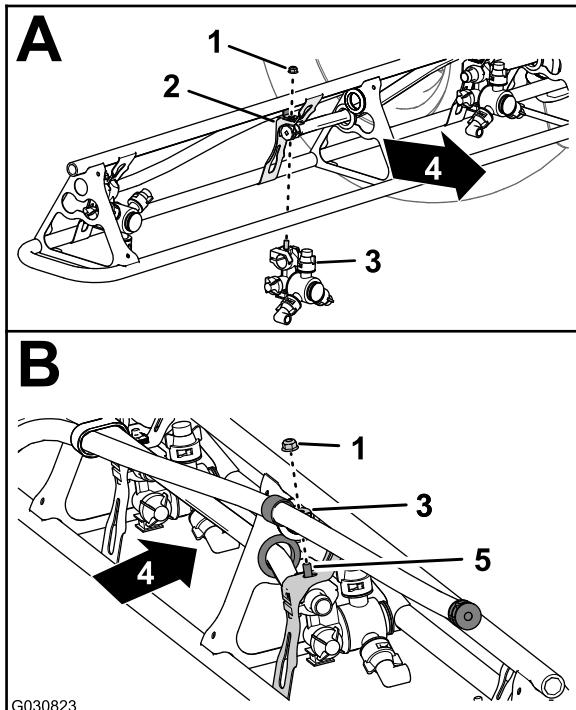

Figura 78
- Nelle posizioni degli ugelli 1 e 4, montate l'ugello dell'irroratrice sul relativo supporto (A di Figura 78) con il dado di bloccaggio flangiato (5/16") che avete rimosso nel passaggio 2 di 12 Rimozione dei flessibili degli ugelli dell'irroratrice per il sistema a 3 sezioni (pagina 34).
- Nelle posizioni degli ugelli 2 e 3, montate l'ugello dell'irroratrice sul relativo supporto (A e B di Figura 78) con il dado di bloccaggio flangiato (5/16") che avete rimosso nel